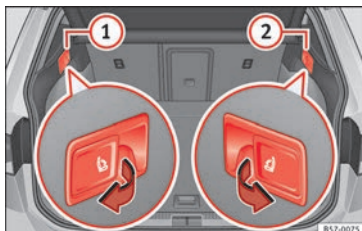

Fig. 144 Nel bagagliaio: leve per lo sblocco a distanza del lato sinistro (1) e destro (2) dello schienale posteriore
- Tirare la leva di sblocco a distanza dal lato sinistro » **fig. 144 (1)** o destro (2) dello schienale nel senso della freccia. Il lato sbloccato dello schienale posteriore si ribalta automaticamente in avanti.